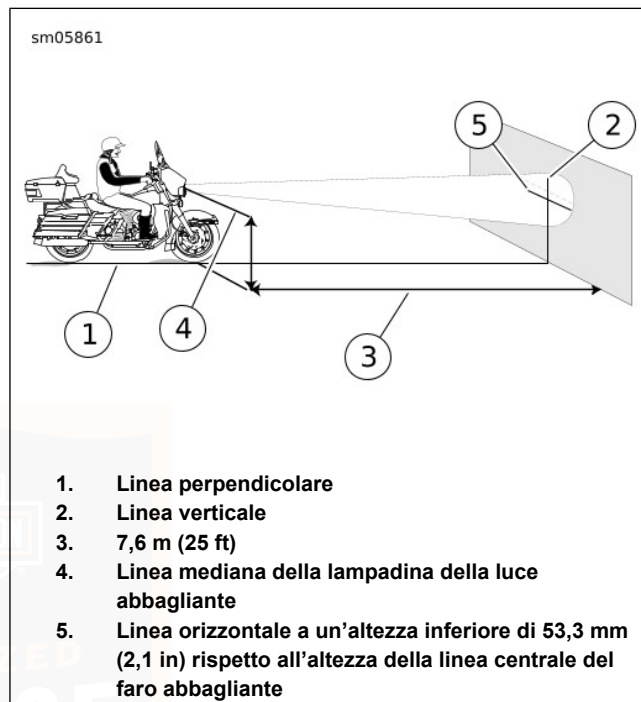

Figura 89. Allineamento del faro anteriore: Tipo alogeno al quarzo
4. Vedere Figura 89. Parcheggiare la motocicletta su una linea (1) perpendicolare alla parete.
6. Tracciare sulla parete una linea mediana verticale (2) allineata con la linea (1).
7. Con la motocicletta carica, puntare la ruota anteriore dritta in avanti verso la parete. Misurare la distanza (4) dal pavimento alla linea mediana della lampadina:
8. Tracciare una linea orizzontale (5) attraverso la linea verticale:
- a. **Lampada alogena al quarzo:** Vedere Figura 89. 53,3 mm (2.1 in) più in basso della distanza misurata.
- c. **LED, carenatura montata sul telaio:** Vedere Figura 89. 53,3 mm (2.1 in) più in basso della distanza misurata.
- a. **Lampada alogena al quarzo:** Vedere Figura 89. Fascio di **luce abbagliante** centrato sul segno.